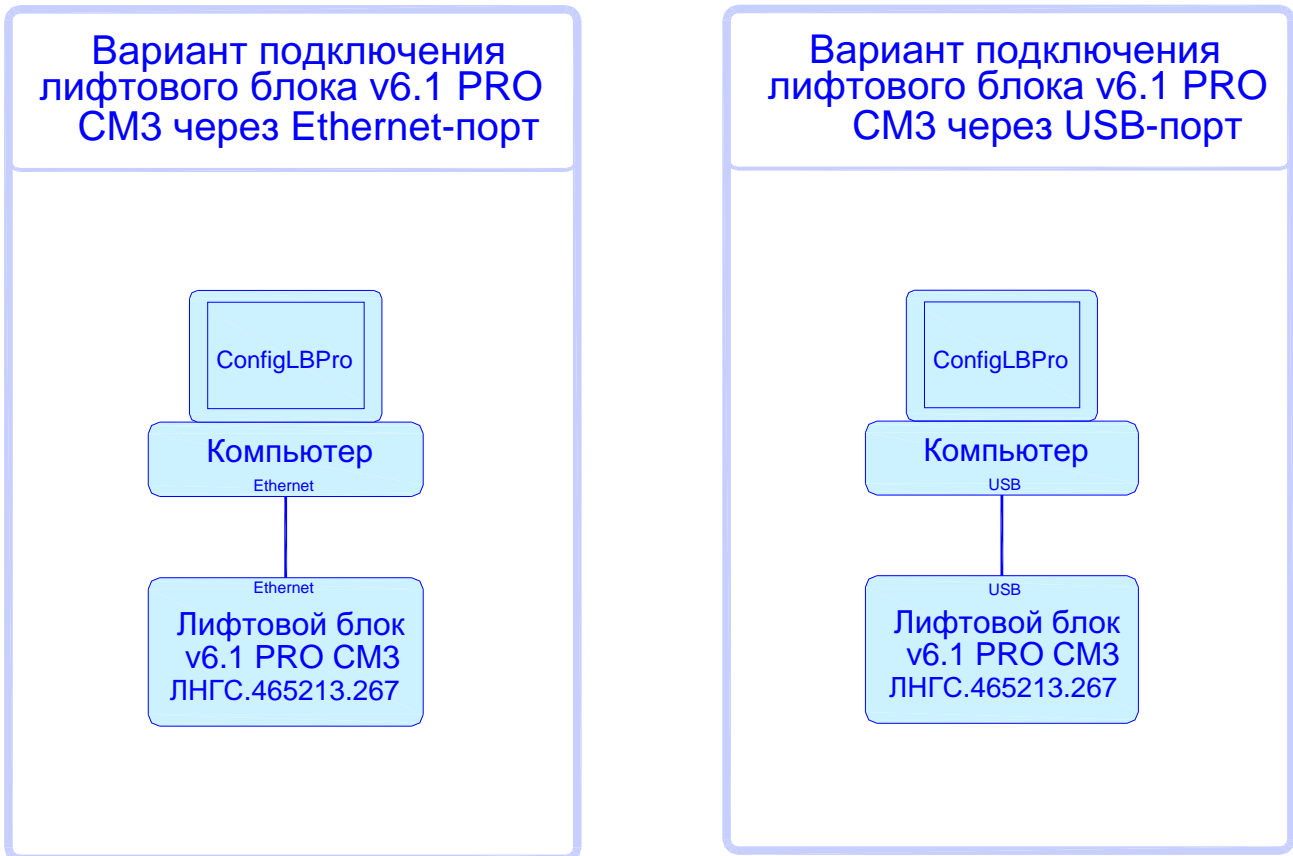

Рисунок 1. Подключение лифтового блока к компьютеру
3.6.2. Подключить ЛБ к компьютеру (см. рис. 1).